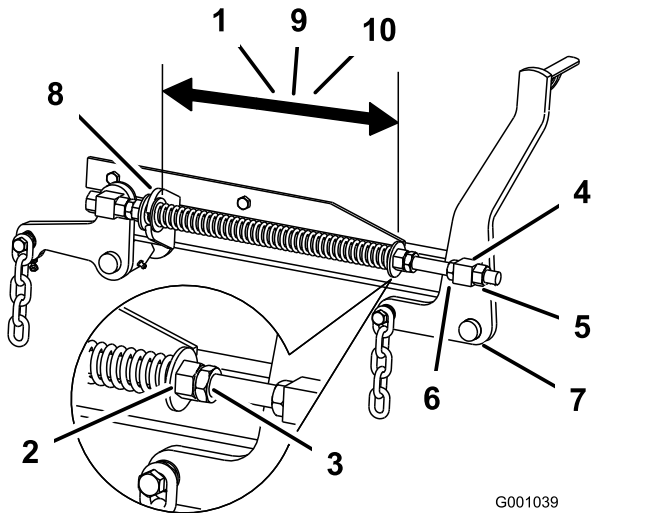

Bild 113
2. Prüfen Sie den Abstand zwischen den beiden großen Scheiben. Für Mähwerke mit 132 cm sollte der Abstand 28,2 cm, für Mähwerke mit 152 cm sollte der Abstand 26,7 cm und für Mähwerke mit 183 cm sollte der Abstand 29,2 cm betragen (Bild 113).
3. Stellen Sie den Abstand ein. Lösen Sie die Federklemmmutter und drehen Sie die Mutter vorne an jeder Feder (Bild 113).
4. Arretieren Sie die Mutter, indem Sie die Federklemmmutter anziehen (Bild 113).